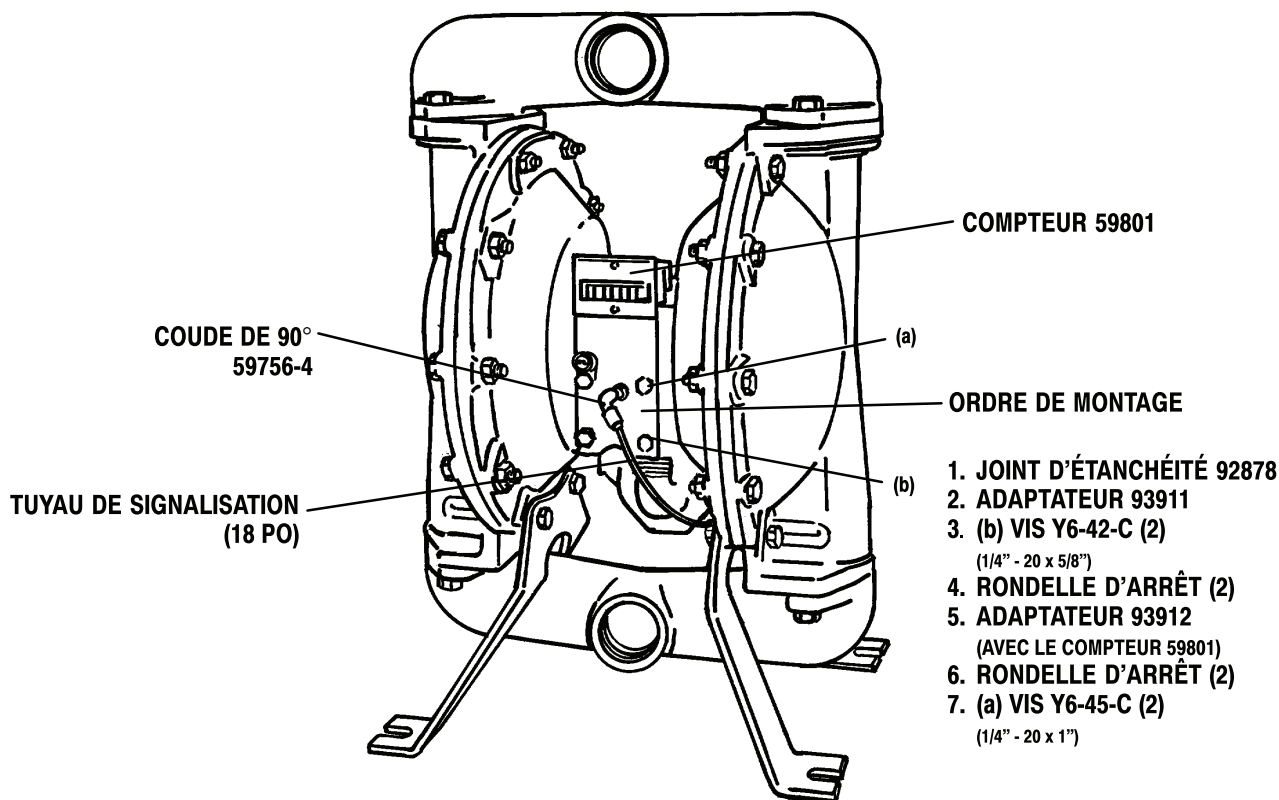

Figure 2
La trousse contient deux supports de compteur; utiliser l'un ou l'autre selon l'application. La figure 1 illustre le compteur raccordé à la pompe (convient à la plupart des applications). La figure 2 illustre le raccordement intérieur du compteur qui convient seulement aux pompes à diaphragme métallique ou non métallique de 1-1/2 po et seulement 2 po non métallique pompes à diaphragme.
### POMPES À DIAPHRAGME NON MÉTALLIQUE DE 1 PO, ET MÉTALLIQUE ET NON MÉTALLIQUE DE 1-1/2 PO, ET SEULEMENT 2 PO NON MÉTALLIQUE POMPES À DIAPHRAGME. (Voir la figure 2)
Installer l'adaptateur 93911 en orientant les filets coniques 1/2 NPT vers l'extérieur. Dans le trou de vis (b) illustré à la figure 2, fixer l'adaptateur au moyen de deux vis Y6-42-C et deux des anciennes rondelles de blocage dans les 2 trous de vis inférieurs.
Pour utiliser le raccordement intérieur illustré à la figure 2, procéder comme suit:
6. Fixer le compteur et l'adaptateur dans le trou de vis (a) illustré à la figure 2, utiliser les nouvelles vis Y6-45-C et les deux autres rondelles de blocage.